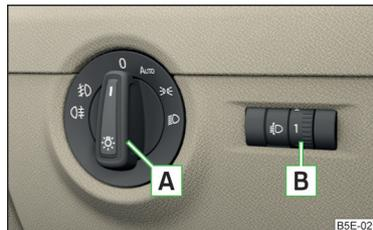

Abb. 50
Bei Fahrzeugen mit Rechtslenkung weicht die Anordnung der Bedienungselemente zum Teil von der in » Abb. 50 auf Seite 74 gezeigten Anordnung ab. Die Symbole, die die einzelnen Stellungen der Bedienungselemente markieren, sind identisch.
Ausstattungsabhängig kann der Lichtschalter **A** » Abb. 50 in die folgenden Stellungen bewegt werden.
Durch Drehen des Drehreglers **B** » Abb. 50 aus der Stellung **—** in **3** wird die Leuchtweitenregulierung allmählich angepasst und dadurch der Lichtkegel verkürzt.
- ✓ Der Lichtschalter befindet sich in der Stellung **0** oder **AUTO** » Abb. 50 auf Seite 74.